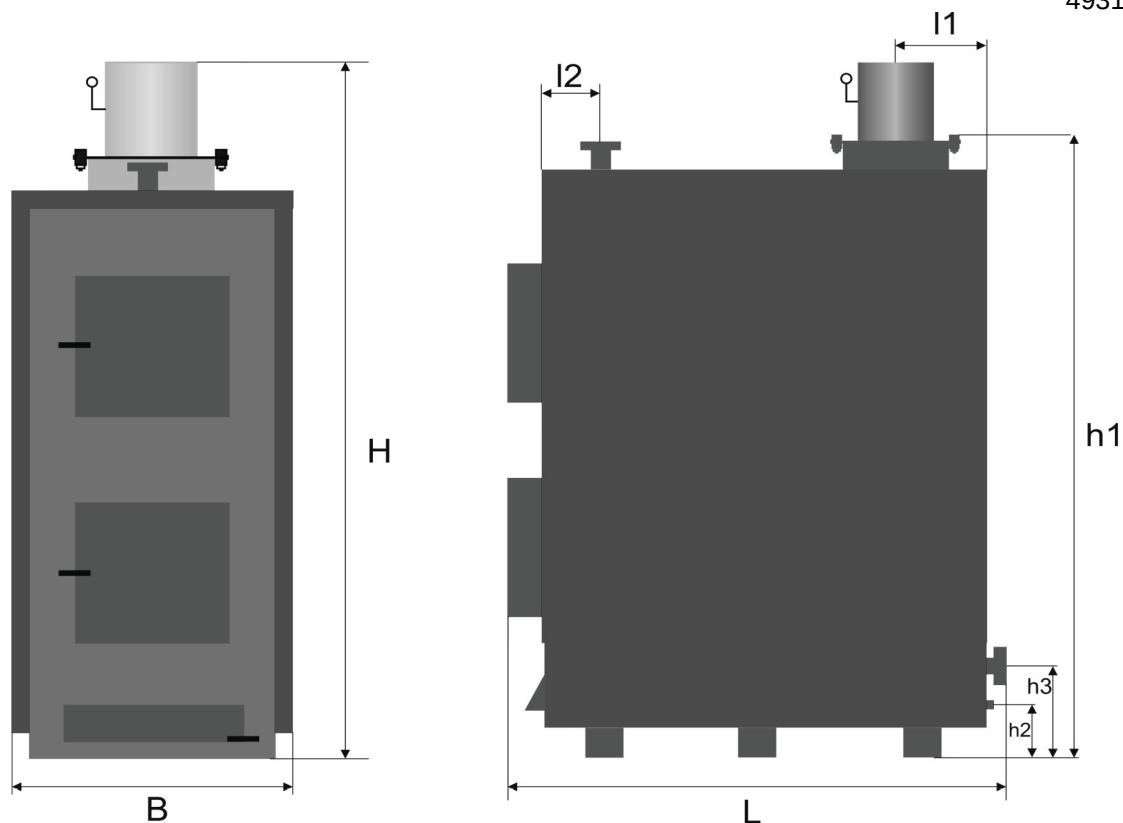

Рисунок 1 - Габаритные и присоединительные размеры Котлов моделей Т 120 - 400 базовой комплектации.
Габаритные и присоединительные размеры Котла (см. рис.1), мм:
Котел (рис.1, 2) представляет собой стальной сварной каркас, обшитый снаружи съемной декоративной теплоизолированной облицовкой. Каркас совместно с облицовкой образуют корпус. Корпус устанавливается на собственных опорах (12).